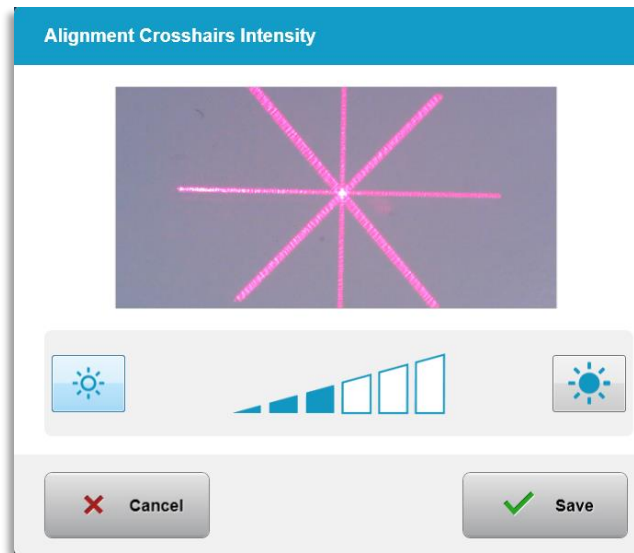

Figura 3-55. Intensidade das miras de alinhamento
- Selecione “Intensidade das miras de alinhamento” no menu Definições de sistema para alterar o brilho das miras de alinhamento. Aparecerá o ecrã mostrado na figura 3-55.